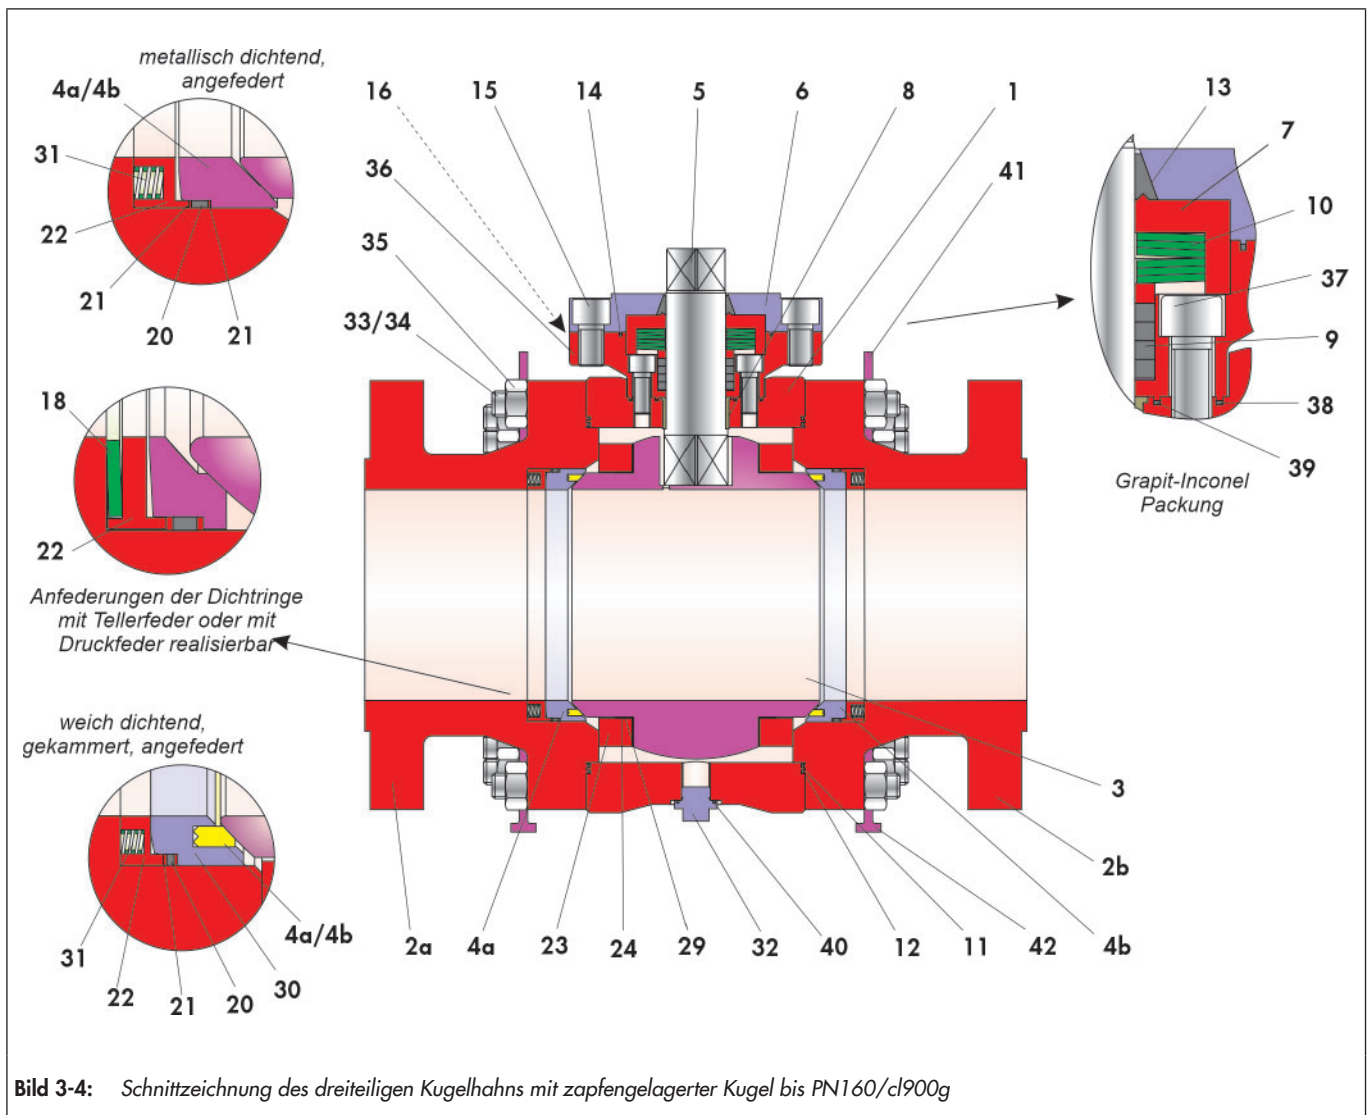

Bild 3-4: Schnittzeichnung des dreiteiligen Kugelhahns mit zapfengelagerter Kugel bis PN160/cl900g
Die in Bild 3-4 dargestellte Lage und Anordnung der Einzelteile ist bei der Montage einzuhalten.
- ⇒ Dichtfläche der Schaltwelle (5) dabei nicht beschädigen.
- ⇒ Lagerbuchse (8) mit Schaltwelle (5) ohne verkanten in die Aufnahme der Kugel (3) positionieren.
- ⇒ Kohlegraphitringe (38) und (39) in die jeweiligen Ausdrehungen an der oberen Schaltwellendurchführung im Grundgehäuse (1) einlegen.
- ⇒ Dom (36) auf das Grundgehäuse (1) aufsetzen und mit den Schrauben (37) gleichmäßig und wechselseitig verschrauben.
- ⇒ Dachmanschettenpackung oder Graphit-Packung (9) mit einer leicht drehenden Bewegung über die montierte Schaltwelle (5) schieben und in die Packungsaufnahme des Doms (36) einlegen. Anordnung der V-Manschetten vgl. Bild 3-4.
- ⇒ Tellerfedersatz (10) auf die Packung (9) legen. Anordnung der Tellerfedern vgl. Bild 3-4.
- ⇒ Buchse (7) über die Schaltwelle (5) schieben, so dass sie auf den Tellerfedern (10) aufliegt und diese zentriert.
- ⇒ Kohlegraphitring (13) vorsichtig über die Schaltwelle (5) bis auf die Buchse (7) schieben.
- ⇒ Kohlegraphitring (14) in die Nut des Stopfbuchsflansches (6) einlegen.
- ⇒ Stopfbuchsflansch (6) über die Schaltwelle (5) auf das Grundgehäuse (1) aufsetzen.
- ⇒ Schrauben (15) leicht einfetten.
- ⇒ Stopfbuchsflansch (6) mit den Schrauben (15) justieren.